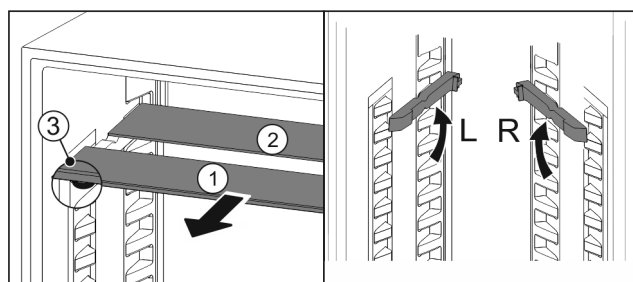

Fig. 126
- Izvelciet stikla paneļus pa vienam uz priekšu Fig. 126 (1).
- Stikla panelis Fig. 126 (1) ar dekoratīvo uzliku atrodas priekšā.
- Apturi Fig. 126 (3) ir vērsti uz leju.